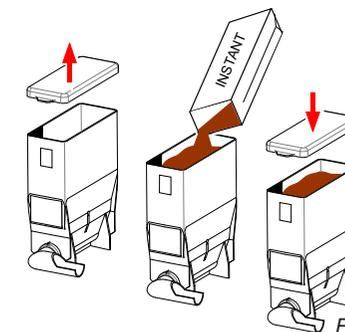

Fig. 26
- Remplissez le(s) bac(s) avec le produit correspondant (fig.26).